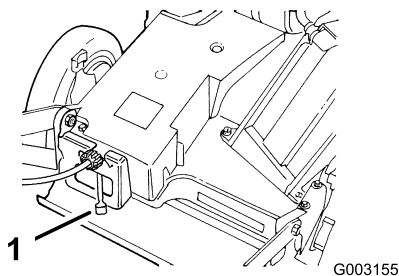

Figura 13
4. Mueva el control de velocidad de avance a la posición de Punto muerto (N) (Figura 13).
La máquina tiene 3 velocidades de avance. 1 es velocidad lenta, 2 es velocidad media, y 3 es velocidad rápida. El control de velocidad de avance está ubicado en la parte trasera de la cubierta de la correa (Figura 13).